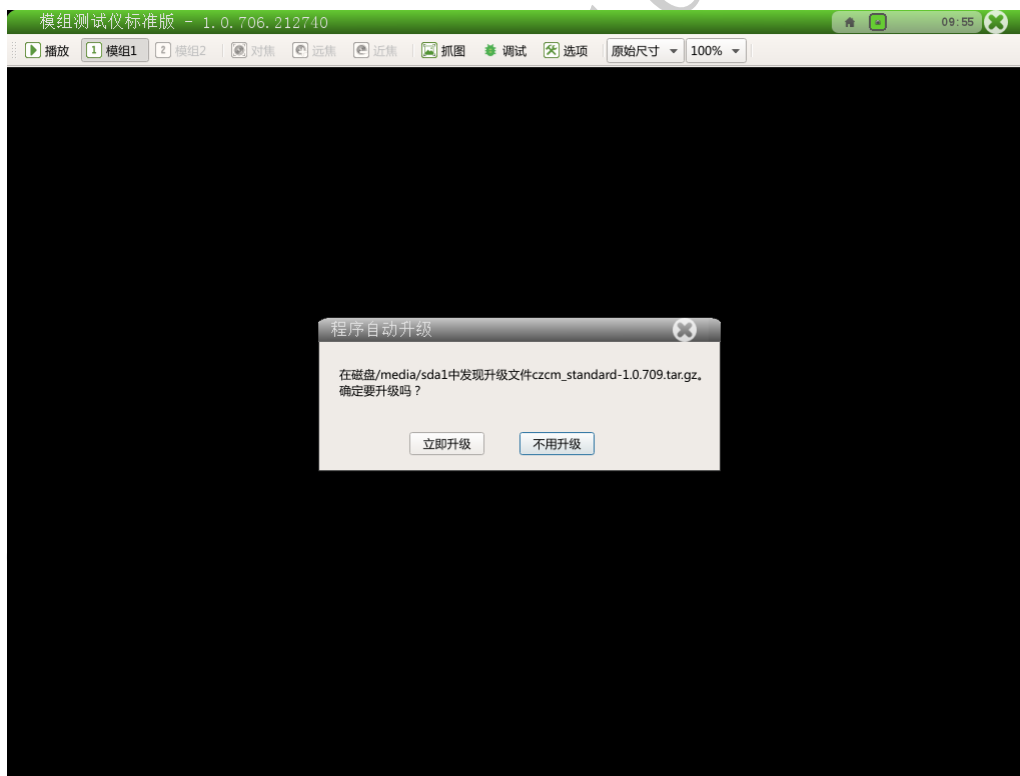

图 4-1 软件升级操作界面
3. 停止播放图像，按下键盘的 F12，弹出图 4.1 所示界面